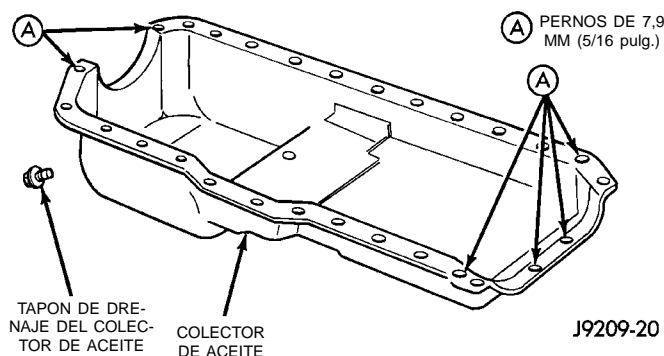

Fig. 55 Posición de los pernos de 7,9 mm (5/16 pulg.) del colector de aceite
7,9 mm (5/16 pulg.) del colector de aceite (Fig. 55). Apriete estos pernos con una torsión de 15 N·m (132 lbs. pulg.).
(7) Retire las espigas. Instale el resto de los pernos de 6,35 mm (1/4 pulg.) del colector de aceite. Apriete estos pernos con una torsión de 9,5 N·m (84 lbs. pulg.).
(8) Baje el motor hasta que quede bien colocado en sus soportes.
(9) Instale los pernos pasantes y apriete las tuercas.
(10) Baje el gato fijo y retire el taco de madera.
(11) Instale la tapa de acceso a la caja del convertidor de par de transmisión/volante del motor.
(12) Instale el motor de arranque.
(13) Conecte el tubo de escape a la péndola y al tubo múltiple de escape del motor.
(14) Instale el tapón de drenaje del colector de aceite (Fig. 55). Apriete el tapón con una torsión de 34 N·m (25 lbs. pie).
(15) Descienda el vehículo.
(16) Conecte el cable negativo a la batería.
(17) Llene el colector de aceite con aceite de motor hasta el nivel especificado.